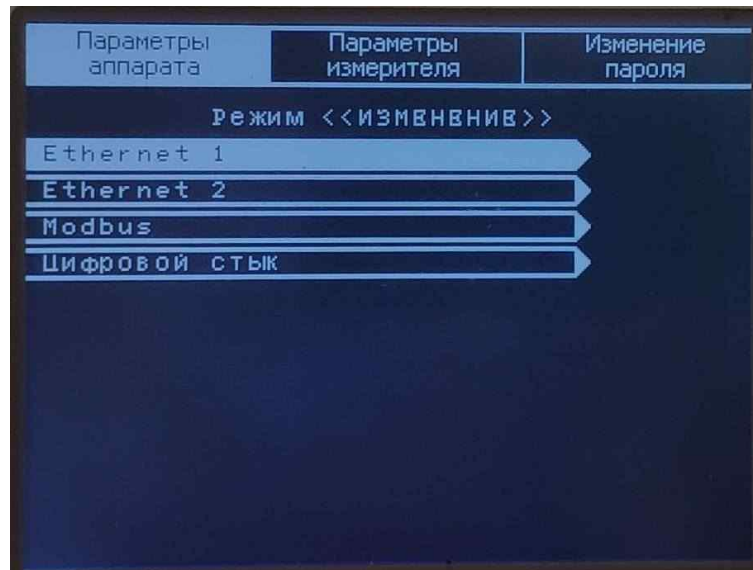

Рисунок 12 – Підрозділ «Конфігурація локальних мереж»
2.1.4. «Конфігурація локальних мереж» - підрозділ призначений для конфігурування параметрів локальних мереж Ethernet, Modbus, «Цифрового стику» (див. рисунок 12).